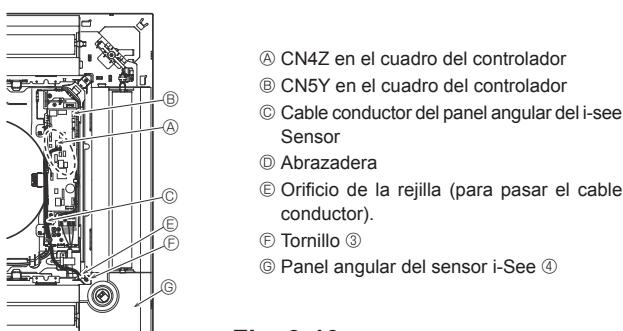

Fig. 9-10
9.4.6. Instalación del panel angular del i-see Sensor (Fig. 9-10)
- Pase el conector del cable conductor (blanco, 4 polos y blanco, 5 polos) del panel angular del i-see Sensor ④ desde el lateral de la caja eléctrica de la unidad principal y cóncéctelo a los conectores CN4Z y CN5Y del cuadro del controlador.